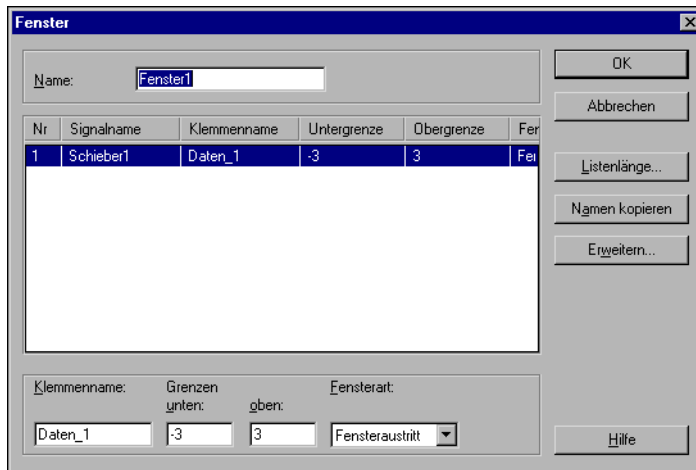

Abbildung 7-5. Grenzwerteingabe für das Schiebersignal in der Fensterbedingung
8. Mit **OK** schließen Sie den Dialog wieder, den Abbildung 7-5 zeigt. Nun sollen die Schiebereglerwerte angezeigt werden und die Fensterbedingung die Speicherung starten.